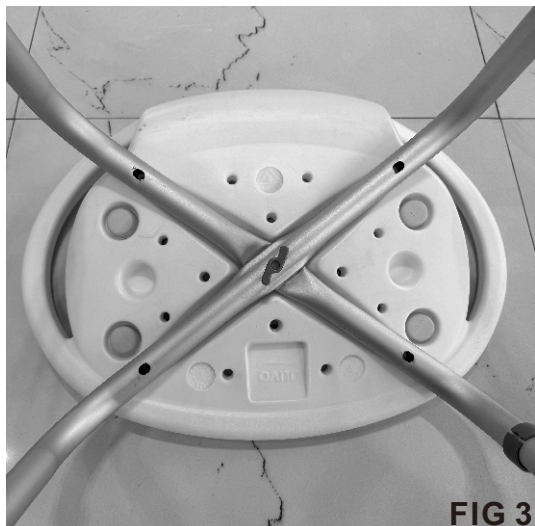

FIG 3
- Coloque el soporte para piernas en forma de U n.º 2 encima del soporte para piernas en forma de U n.º 1, en el canal empotrado marcado con el n.º 2. (Consulte la FIG. 3)